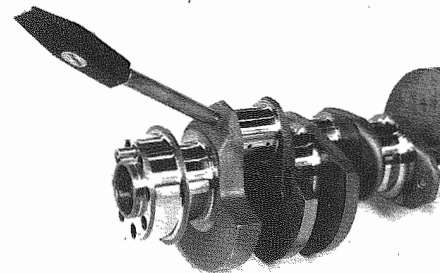

Fig. 118 - Bulino a cianfrinare n. 45
- Tappi radiali: bulino a cianfrinare n. 45 (**Fig. 118**).
- Radial plugs: calk with a graver No. 45 (**Fig. 118**).